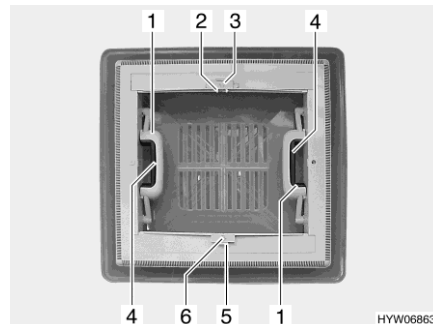

Fig. 25 Oblò a scatto
- Apertura:* ■ Premere la chiusura a scatto (Fig. 25,4) verso l'interno dell'oblò. Premere contemporaneamente verso l'alto l'oblò con la maniglia (Fig. 25,1).
- Chiusura:* ■ Tirare con forza verso il basso le due maniglie (Fig. 25,1) dell'oblò, fino a quando non scattano entrambe le chiusure.
- Chiusura:* ■ Premere l'arresto (Fig. 25,5) verso il lato esterno dell'oblò.
- Tirare l'oscurante a rullo per la maniglia (Fig. 25,6) fino alla maniglia contrapposta della zanzariera a rullo (Fig. 25,2) e farla innestare.
- Apertura:* ■ Serrare la maniglia (Fig. 25,2). L'arresto si sblocca.
- Ricondurre lentamente l'oscurante a rullo accompagnandolo con la maniglia (Fig. 25,6).
- Premere l'arresto (Fig. 25,3) verso il lato esterno dell'oblò.
- Tirare la zanzariera a rullo per la maniglia (Fig. 25,2) fino alla maniglia contrapposta dell'oscurante a rullo (Fig. 25,6) e farla innestare.
- Serrare la maniglia (Fig. 25,2). L'arresto si sblocca.
- Ricondurre lentamente la zanzariera a rullo accompagnandola con la maniglia (Fig. 25,2).